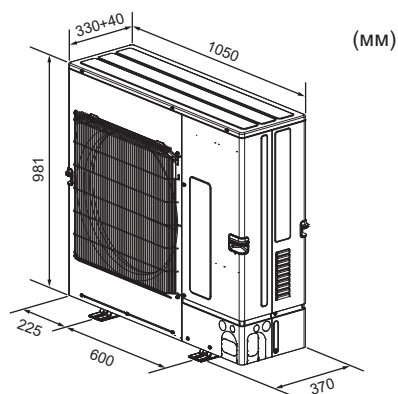

Fig. 2-3
2.3. Құрылым өлшемдері (сыртқы блок) (Fig. 2-3)